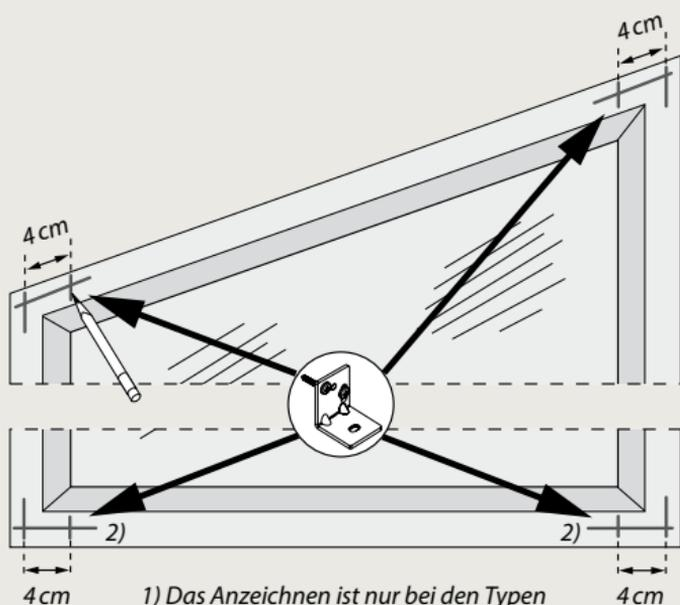

Abb. 5c
**Für die Clipmontage** die Markierungen links und rechts um 4 cm einrücken. Gegebenenfalls weitere mitgelieferte Winkel (abhängig von der Anlagenbreite) gleichmäßig verteilen (Abb. 5c).